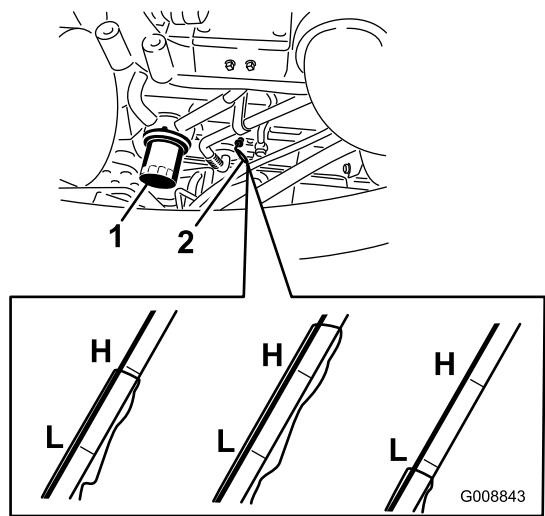

Figura 59
- Retire la varilla (Figura 59), límpiela, vuelva a colocarla en el tubo y retírela de nuevo. El nivel de aceite debe llegar a la marca Lleno.
2. Retire el filtro de aceite (Figura 59). Aplique una capa ligera de aceite limpio al filtro nuevo antes de enroscarlo. **No apriete demasiado.**